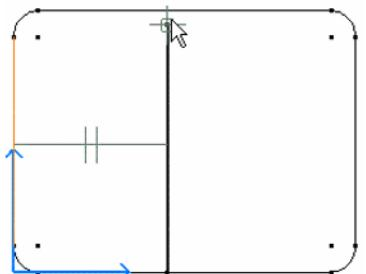

Fig.11. Trasarea unei linii
- Folosind mouse-ul se selectează poziția dorită a celuilalt capăt al liniei (fig.11);